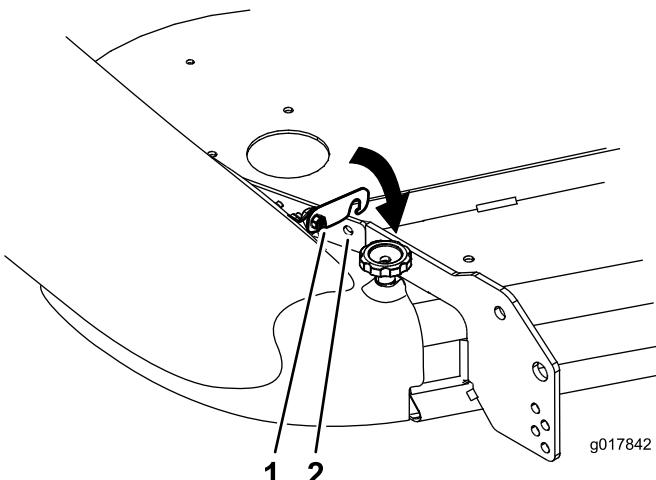

Figure 23
6. Tournez le verrou jusqu'à ce qu'il s'enclenche dans le trou du renfort de tablier de coupe (Figure 23).